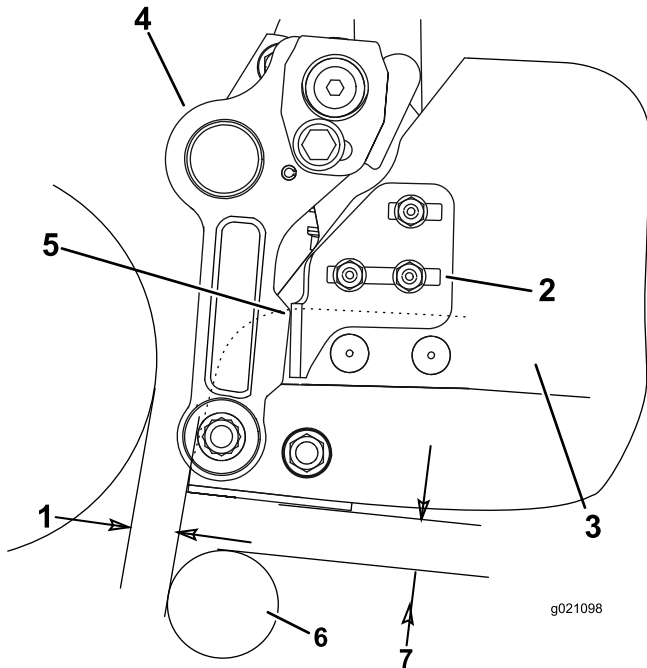

图 12
- 在集草斗的两侧松开将集草斗限位支架固定到集草斗上的车架螺栓螺母 图 12。
- 调整集草斗使其与滚刀组平行确保集草斗边缘与滚刀之间保持最小 6mm 的距离 图 12。